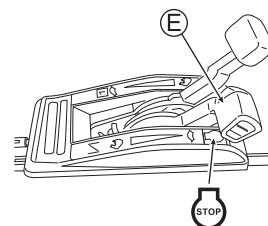

Fig. 14
- 2 Coloque a alavanca do acelerador (E) em "STOP". (Veja a fig. 14)